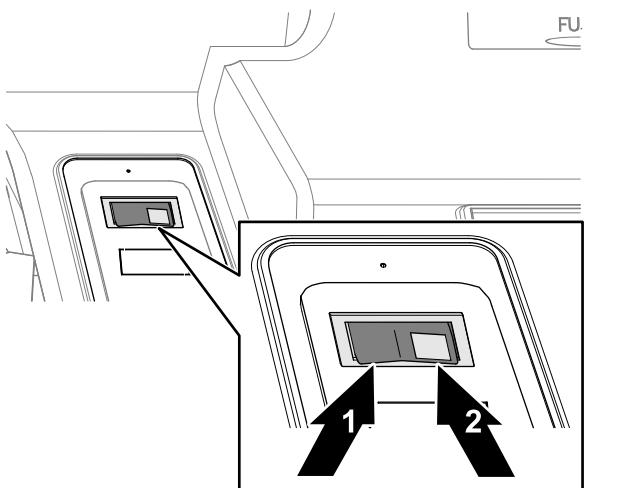

Figure 12
- Appuyez sur le côté droit de la commande pour démarrer l'essuie-glace (Figure 12).
- Appuyez de manière prolongée sur le côté droit de la commande pour actionner le lave-glace (Figure 12).
- Appuyez sur le côté gauche de la commande pour arrêter l'essuie-glace (Figure 12).